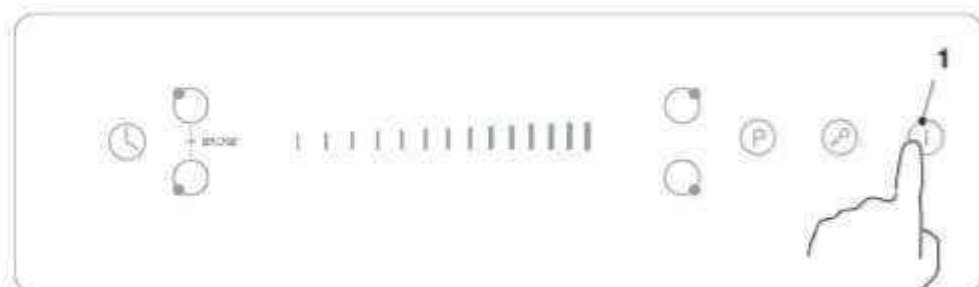

Abb. 4.35
Die Gesamtleistung des Induktionskochfeldes mit ECO-Funktion kann mit einer geeigneten Stromversorgung auf 2,8/3,5/6,0/7,2 kW begrenzt werden (siehe "Einstelltabelle ECO-Funktion" nach Abb. 4.35).
- 4 - Drücken Sie die entsprechende Kochzonentaste (5), die Zahl auf dem Display zeigt an, dass die Gesamtleistung auf die jeweilige ECO-Leistungseinstellung zurückgesetzt wird (z. B. die Taste der linken vorderen Kochzone ist mit der Zahl auf dem Display "28" verbunden, was 2,8 kW entspricht, siehe auch "Einstelltabelle ECO-Funktion" nach Abb. 4.35).